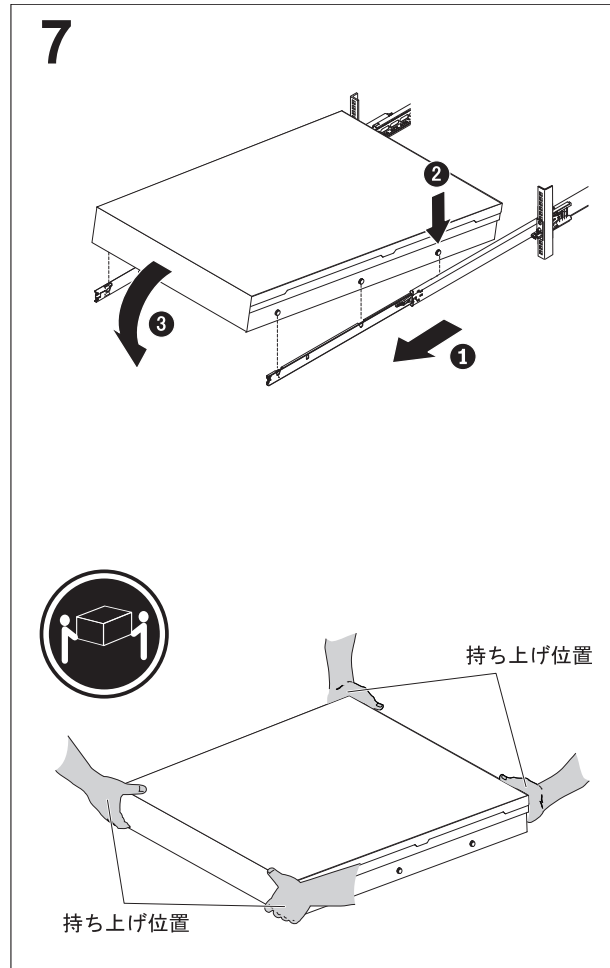

図 35. ラックのスライド・レールへの SAN ボリューム・コントローラー 2145-DH8 ノードの取り付け
- スライド・レール **1** を、2 度カチッと音がして所定の位置に収まるまで前方に引きます (55 ページの図 35 を参照)。